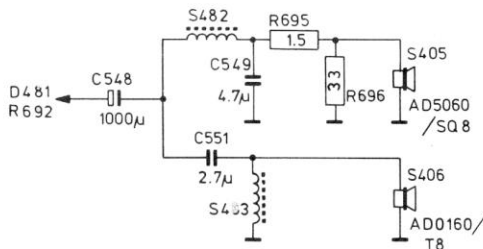

Fig. 1
- Het prinsipiënschema is aangepast zoals in Fig. 1 is aangegeven.
- Le schéma de principe a été adapté (voir Fig. 1).
- Das Prinzipschaltbild wurde gemäss Abb. 1 angepasst.
Fig. 1 shows the exploded view of the new rear panel.